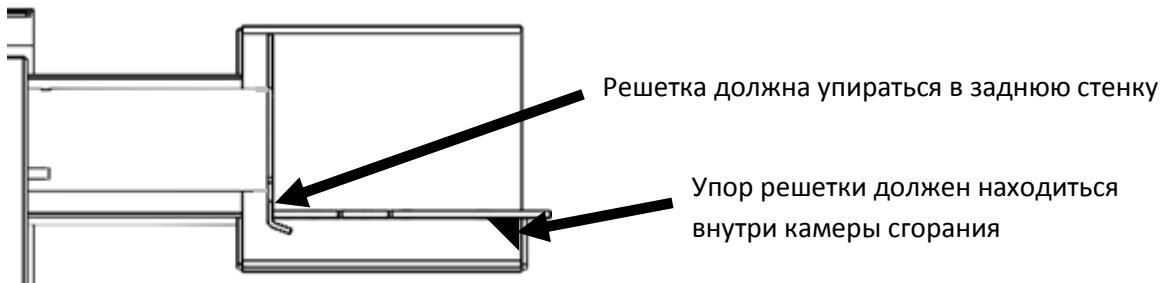

Рисунок 14 Правильное размещение решетки
- Решетка правильно установлена в камеру сгорания (Рисунок 14). Задний край решетки должен упираться в заднюю стенку камеры сгорания, а фиксирующая заглушка должна находиться внутри камеры.